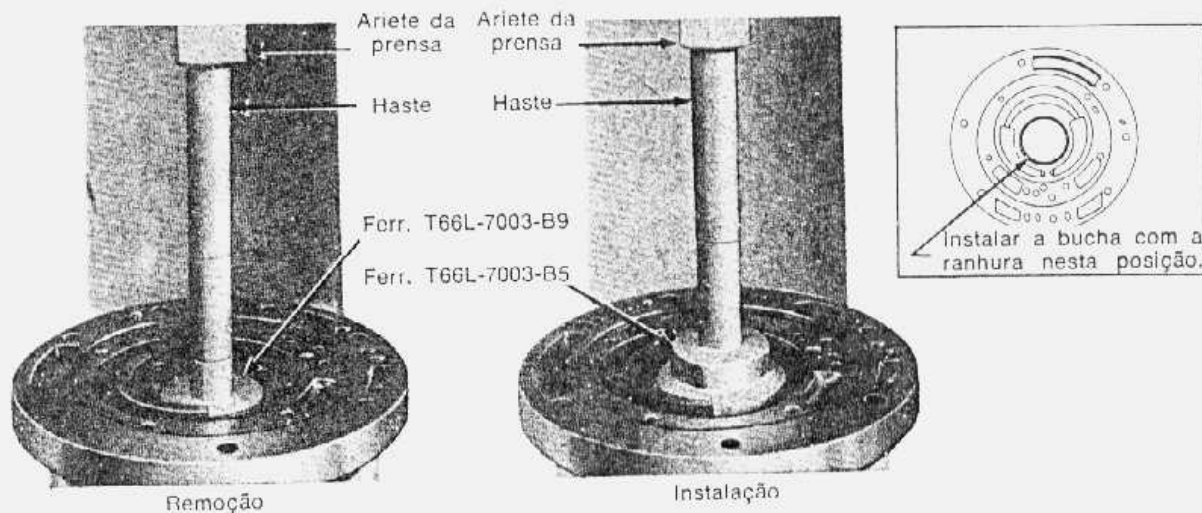

fig. 69 — substituição da bucha da carcaça da bomba
5. Pressar, a bucha para fora da carcaça da bomba conforme mostrado pela fig. 69.
1. Pressar na carcaça da bomba uma bucha nova com auxílio da ferramenta mostrada na fig. 69. Certificar-se de que a bucha seja instalada com a fenda e a ranhura voltada para a parte traseira do corpo da bomba e a 60° abaixo da linha de centro horizontal (fig. 69).